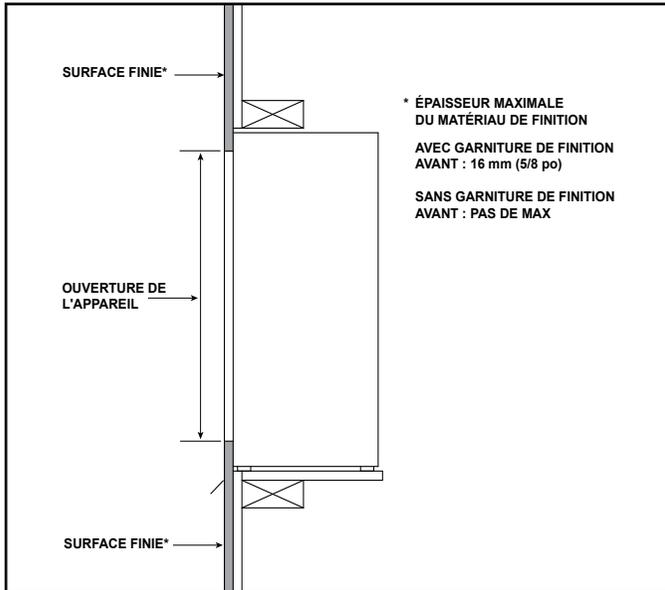

Figure 4.7 Finition autour d'un encastrement permanent
- Voir les figures 4.7 et 4.8 pour en apprendre davantage sur les constructions de mur et d'enceinte requis afin d'éviter la pénétration de l'humidité dans la structure. L'appareil évacuera une quantité limitée d'eau, mais n'est pas résistant à l'eau.
Les finitions maximales diffèrent selon qu'il s'agit d'installations encastrées ou non. Voir les figures 4.7 et 4.8.